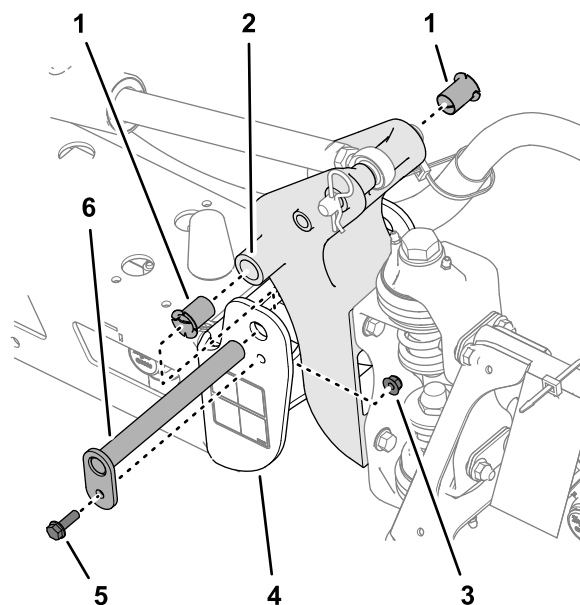

図 115
5. ナイロンブッシュを取り外し、ピボットブラケットの前面および後面側から見て点検する 図 115。
6. 各ナイロンブッシュに少量のオイルを塗ってピボットブラケットに取り付ける 図 115。
7. ピボットブラケットの穴を、エンドチャンネルの穴に合わせる 図 115。
3. ピボットピンを固定しているボルトとナットを外してピンを取り外す 図 115。